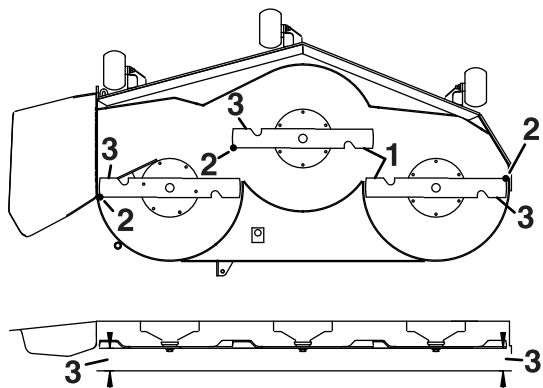

Figure 72
4. Mesurez la distance entre les tranchants extérieurs et le sol plat (Figure 72).